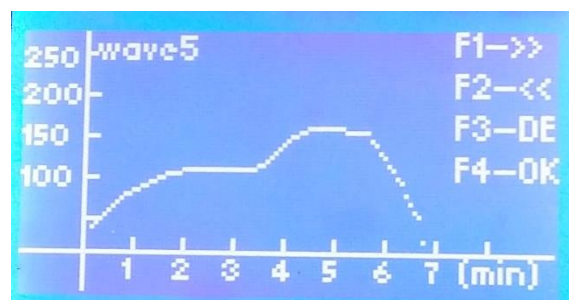

Figura 19. Onda de temperatura 5.
- Se escoge la onda de temperatura que no afecte los componentes electrónicos, para cerciorarse de la temperatura se verifica en el datasheet de cada uno de ellos. En la figura 19 se visualiza la forma de onda que se acomoda a la resistencia térmica de los componentes usados.